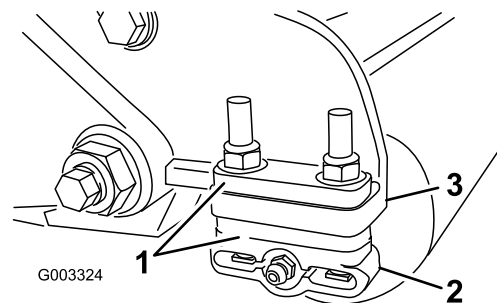

Figure 14
1. Réglez les supports du rouleau arrière (Figure 14) à la plage de hauteur de coupe voulue en plaçant le nombre correct d'entretoises sous la bride de fixation de la plaque latérale (Figure 14) comme indiqué dans le tableau des hauteurs de coupe